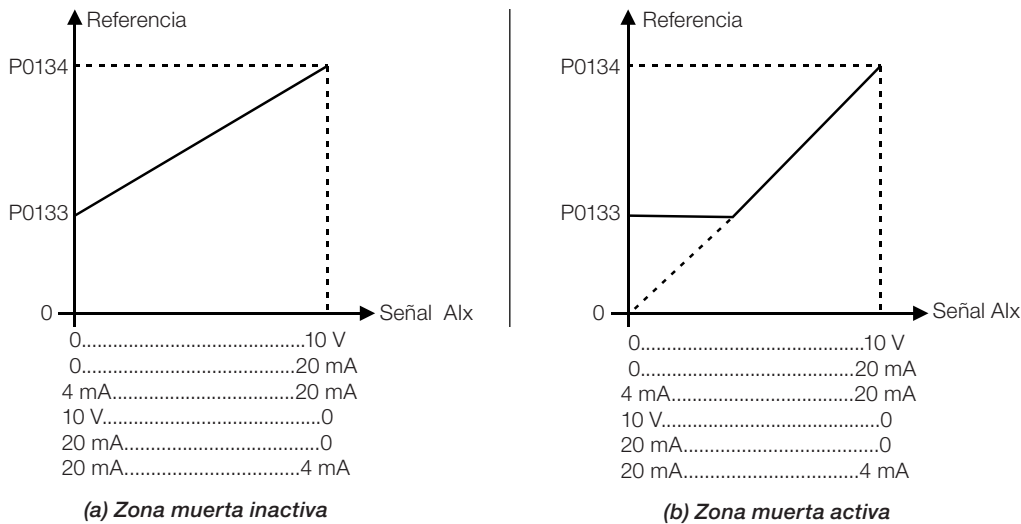

Figura 12.1: (a) y (b) Actuación de las entradas analógicas
Si el parámetro es configurado como Inactiva (P0230 = 0), la señal en las entradas analógicas actuará en la referencia de frecuencia a partir del punto mínimo (0 V / 0 mA / 4 mA o 10 V / 20 mA), y estará directamente relacionado a la velocidad mínima programada en P0133. Al utilizar con la función especial (P0203) de PID vía AI1 (1) o AI3 (2), el valor del setpoint PID (P0041) pasa a cero, no a la velocidad mínima (P0133). Consulte la Figura 12.1 en la página 12-2.
Si el parámetro es configurado como Activa (P0230 = 1), la señal en las entradas analógicas tendrá una zona muerta, donde la referencia de frecuencia permanece en el valor de la Velocidad Mínima (P0133), incluso con la variación de la señal de entrada. Consulte la Figura 12.1 en la página 12-2.
En el caso de las entradas analógicas AI3 programada para -10 V a +10 V (P0243 = 4), tendremos curvas idénticas a las de la Figura 12.1 en la página 12-2; solamente cuando AI3 sea negativa, el sentido de giro será invertido.